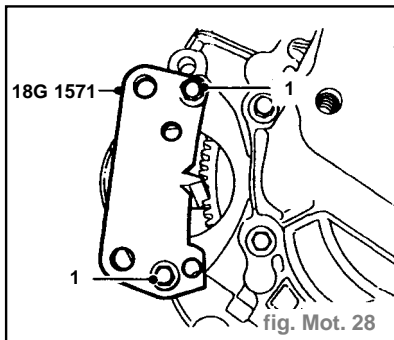

fig. Mot. 28
- Positionner l'outil de blocage du volant 18G 1571 sur le volant et le maintenir à l'aide de 2 boulons de démarreur (1) (fig. Mot. 28).